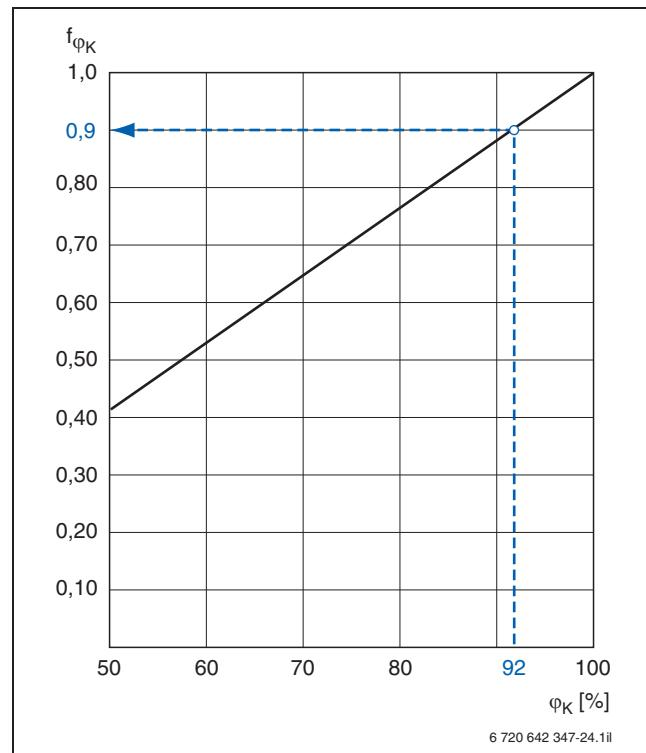

Рис. 28. Коэффициент пересчета номинальной теплопроизводительности конденсационного теплообменника (при температуре воды на входе 30 °C)
- $f_{\phi K}$** Коэффициент пересчета см. рис. 28
- $f_{\phi K} = 0,9$ (см. рис. 28)